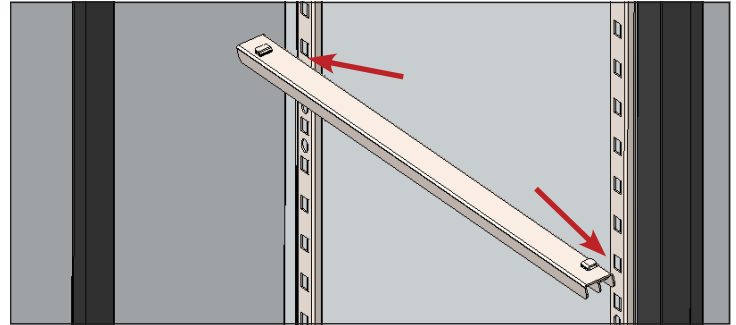

Abb. 1. Überstände an den Aufnahmeöffnungen ausrichten.
2. Die Überstände der Führungsstange in der gewünschten Höhe an den entsprechenden Aufnahmeöffnungen der vorderen und hinteren Stangen ausrichten. Siehe Abb. 1.